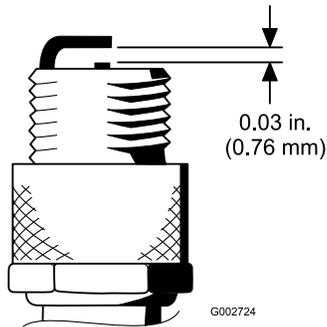

Figura 29
4. Ajuste a folga existente entre o eléctrodo central e os eléctros laterais para 0,76 mm; consulte a Figura 29. Monte a vela com a folga correta com junta e aperte-a com uma força de 23 N m. Se não utilizar uma chave de aperto, aperte bem a vela.